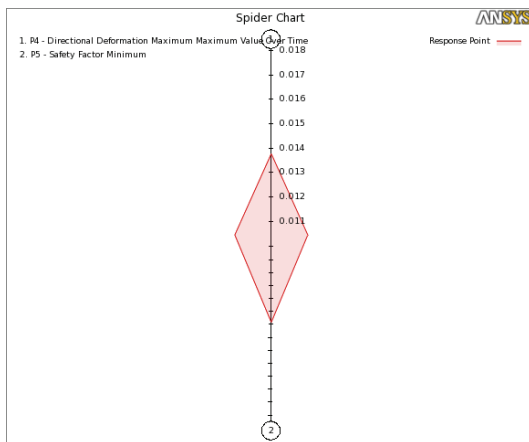

图 25-41 蛛网图
7) 在 Outline of Schematic B3: Response Surface 的第 20 行上左击, 可以查看蛛网图, 如图 25-41 所示 (注意该图仅是部分结果)。